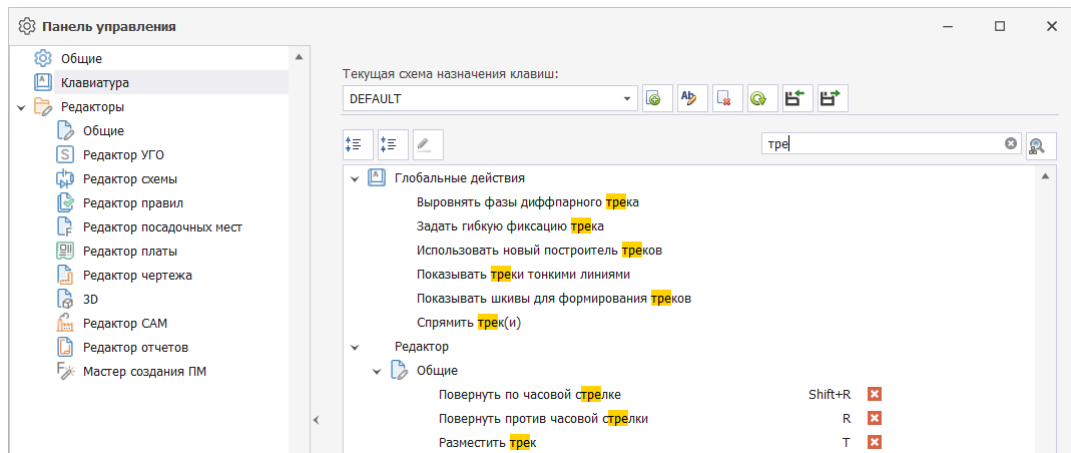

Рис. 37 Поиск действий
1. Установите курсор в поле «Поиск...» и введите наименование искомого действия. По совпадению введенных букв поисковая система отфильтрует имеющиеся действия, Рис. 37.